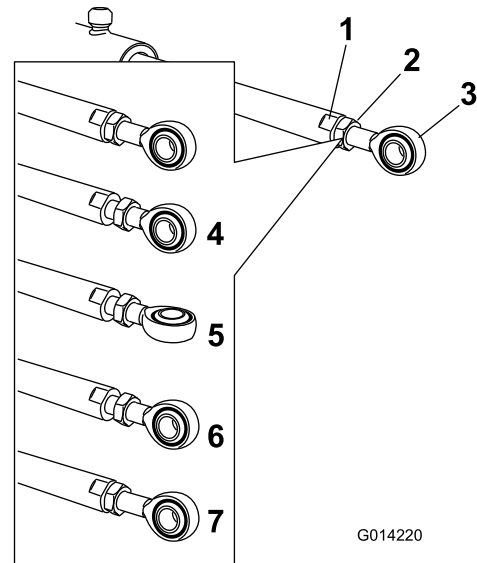

Bild 106
5. Arretieren Sie die flachen Seiten der Aktuatorstange mit einem Schraubenschlüssel und lösen Sie dann die Klemmmutter, damit Sie die Ösenstange manipulieren können (Bild 106).
6. Drehen Sie die Ösenstange in der Aktuatorstange, um den ausgefahrenen Aktuator auf die gewünschte Stellung zu verlängern oder zu verkürzen (Bild 106).